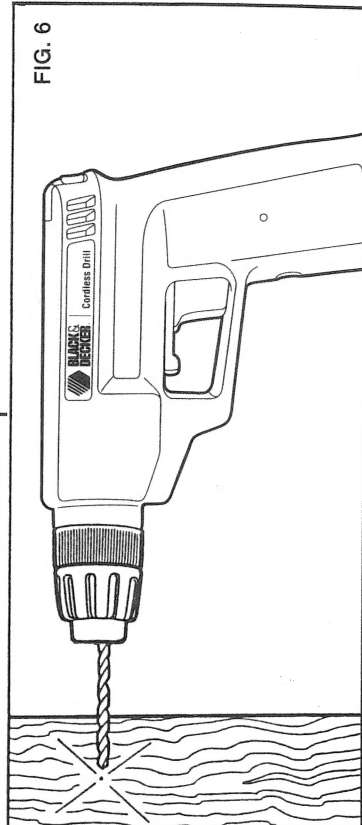

FIG. 6
4. À l'aide d'un poinçon, pratiquer un creux de guidage afin de prévenir le brouettement du foret sur les surfaces lisses. Introduire la pointe du foret dans le creux de guidage avant de mettre la perceuse en marche (voir la figure 6).